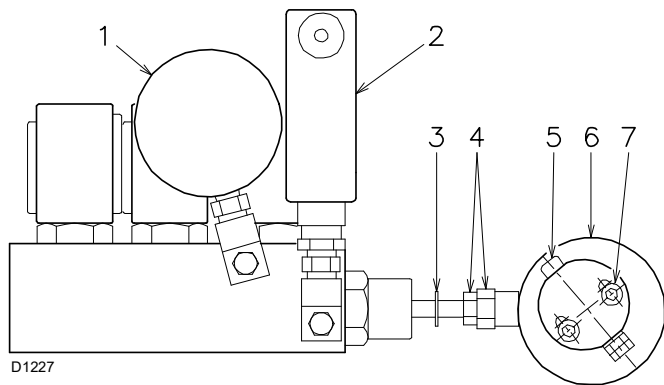

Fig. 27
Il valore della pressione sul ritorno dell'ugello è indicato dal manometro 1)(Fig. 27).
Le correzioni di pressione sul ritorno si ottengono variando l'eccentrico 6)(Fig. 27) e il dado con controdado 4)(Fig. 27).
- Non portare mai il pistone del variatore a battuta: l'anello di arresto 3)(Fig. 27) determina la massima corsa.
La portata dell'ugello è data dal diagramma (Fig. 26 a pag. 24) in corrispondenza della pressione sul ritorno dell'ugello, letta sul manometro 1)(Fig. 27).